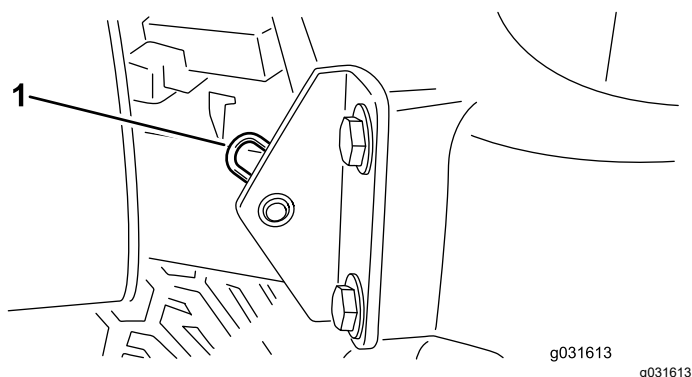

図 31
2. フードのピボット部をブラケットに固定しているヘアピンコッターを抜き取る **図 31**。